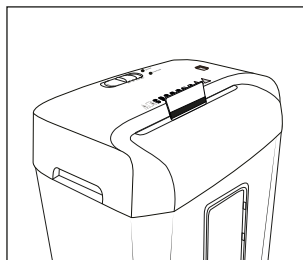

Abb. 3
- ◆ Führen Sie die Kreditkarte von oben mittig in die Schneidöffnung 8 ein (siehe Abb. 3) und schieben Sie den Schalter REV/OFF/AUTO/FWD 2 in die Position FWD („forward“ [englisch] = vorwärts). Sie können jeweils nur eine Kreditkarte schneiden. Führen Sie diese immer mit der breiten Seite voran in die Schneidöffnung 8 ein. Ansonsten wird der Magnetstreifen nicht zerstört.